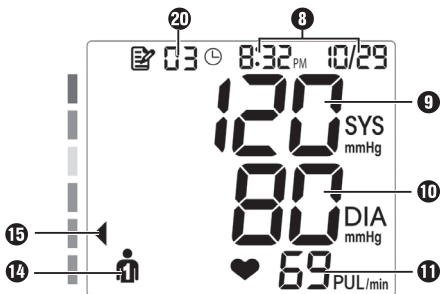

Fig. 1
- Vous pouvez interrompre la mesure à tout moment en appuyant sur la touche marche/arrêt 2 ①, ce qui dégonfle automatiquement le brassard 23.
- Le symbole  du contrôle du positionnement du brassard 16 apparaît à l'écran ①, lorsque le brassard 23 est correctement placé pour le mesurage. Si le brassard 23 n'est pas assez serré,  et le symbole  apparaissent et le mesurage est interrompu. Éteignez l'appareil, corrigez le positionnement du brassard et répétez la mesure.
- Si vous bougez ou parlez pendant le mesurage, il est possible qu'il ne soit pas effectué correctement. Sur l'écran ❶ apparaît *E-04* avec le symbole 🚶 de l'indicateur de mouvement ❷, et le mesurage est interrompu. Éteignez l'appareil et répétez la mesure.
- Lorsque le mesurage a été effectué correctement, le brassard ❸ se dégonfle instantanément. Les valeurs obtenues apparaissent à l'écran ❶, comme représenté dans la fig. 1 par exemple :